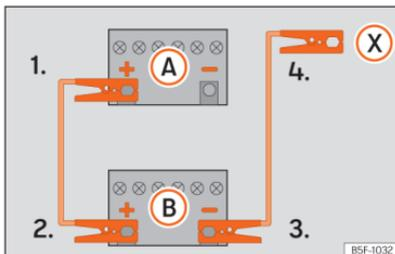

Abb. 190 Anschlusschema für Fahrzeuge ohne Start-Stopp-System.
2. Klemmen Sie ein Ende des roten Starthilfe-kabels an den Pluspol (+) des Fahrzeugs mit der entladenen Fahrzeugbatterie (A).
3. Klemmen Sie das andere Ende des roten Starthilfekabels an den Pluspol (+) des stromgebenden Fahrzeugs (B).
4. Fahrzeuge ohne Start-Stopp-System: Klemmen Sie ein Ende des schwarzen Starthilfekabels an den Minuspol (-) des stromgebenden Fahrzeugs (B) »» (Abb. 190).